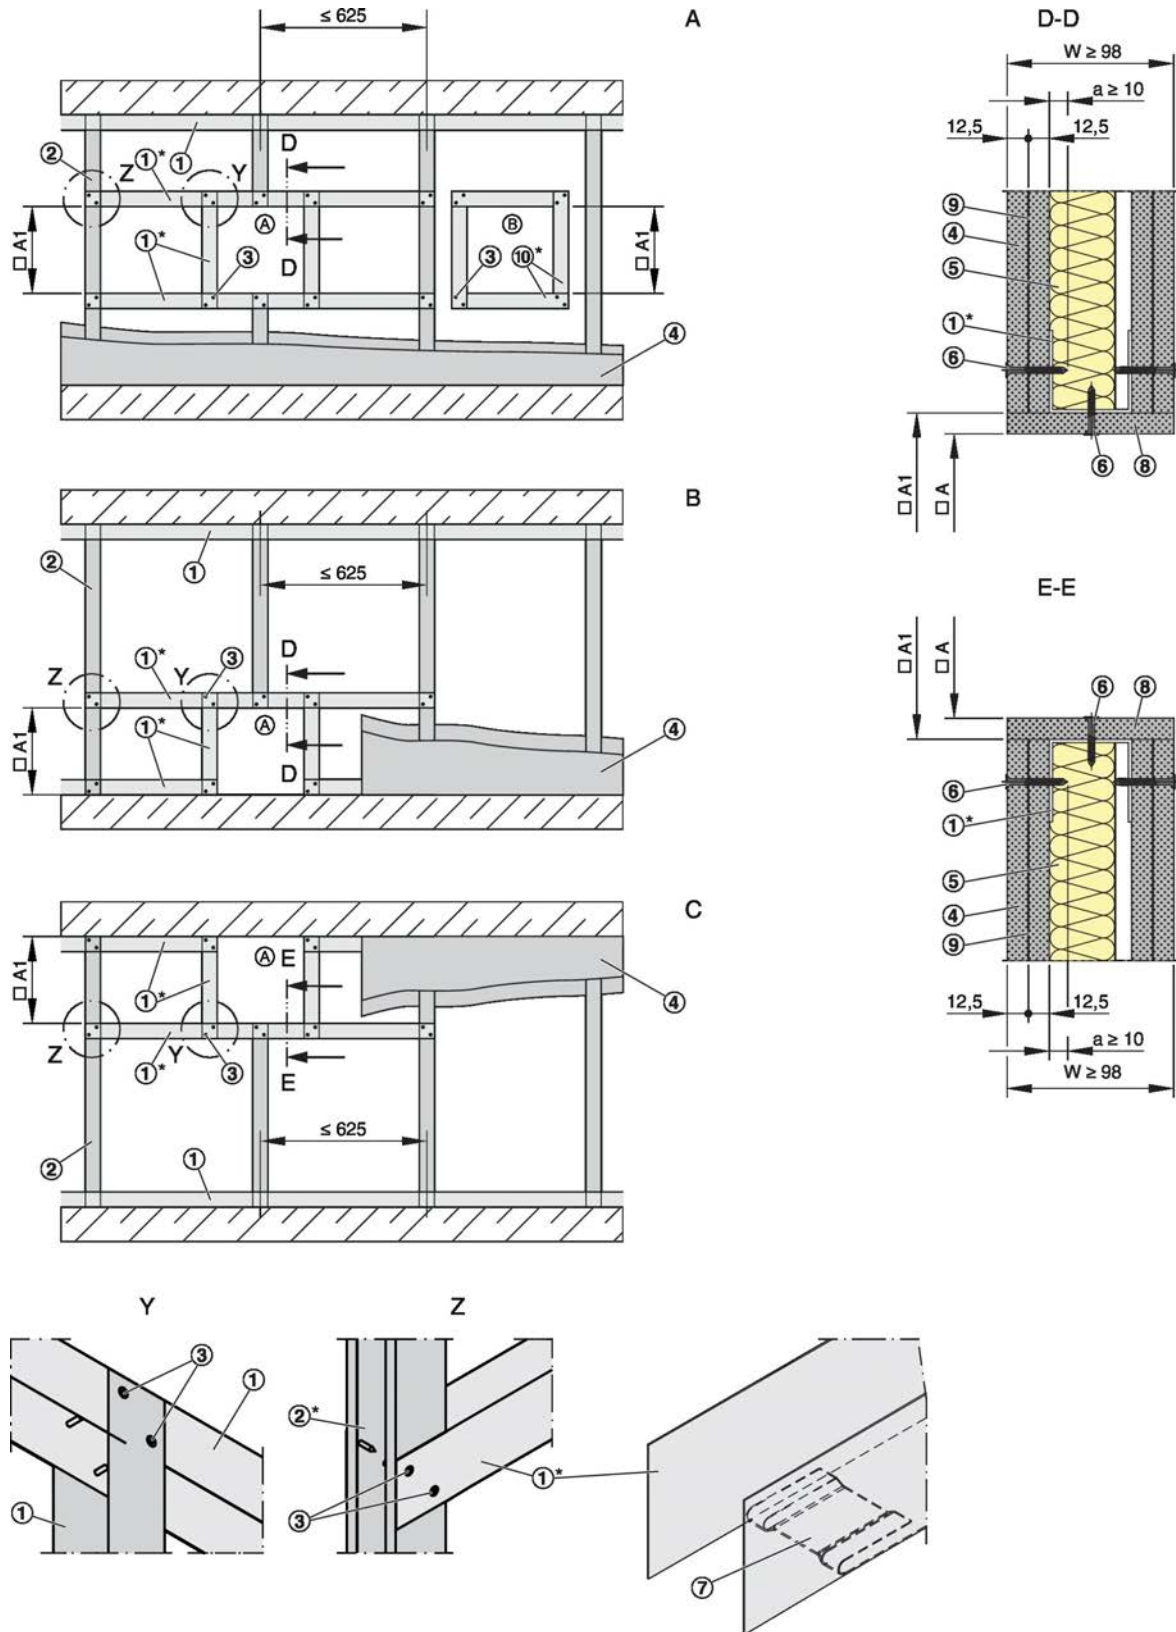

Fig. 27: Pared ligera con estructura metálica y aislamiento a ambos lados
- Construir la pared ligera de sectorización de acuerdo a las instrucciones del fabricante y crear una abertura para instalación, más información Fig. 27